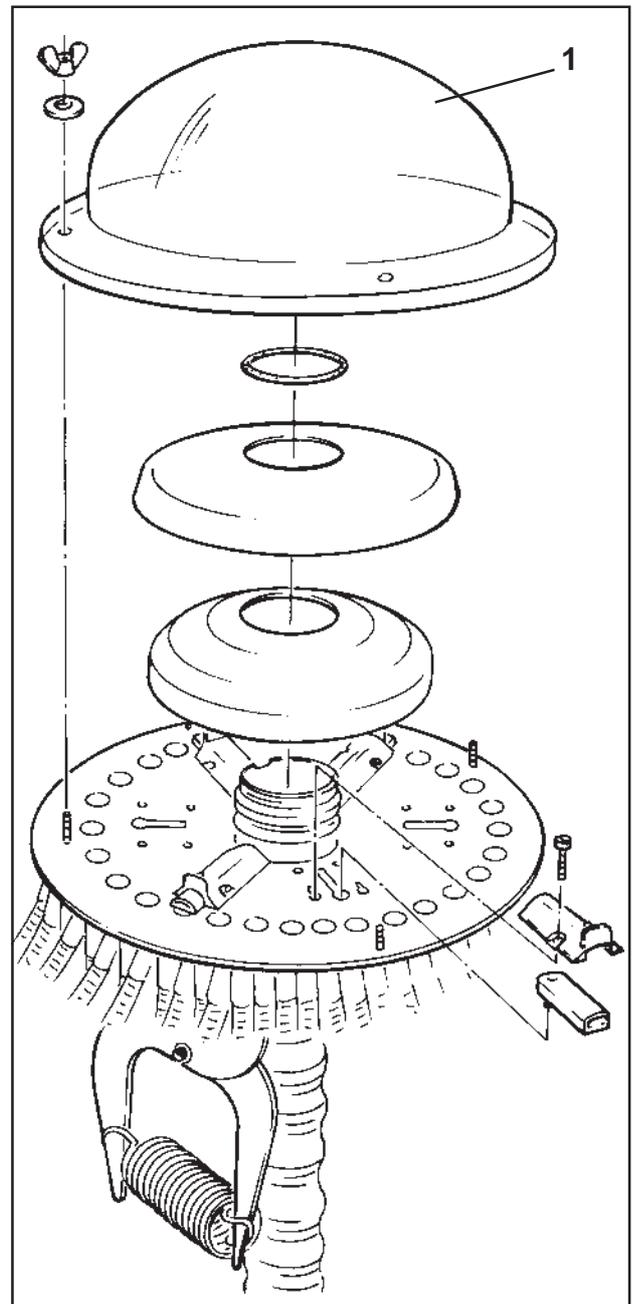

Fig. 11.1
- **Verteilerkopf** (Fig.11.1) regelmäßig kontrollieren und insbesondere bei Aussaat gebeizter Saatgüter nach jedem Einsatz reinigen.